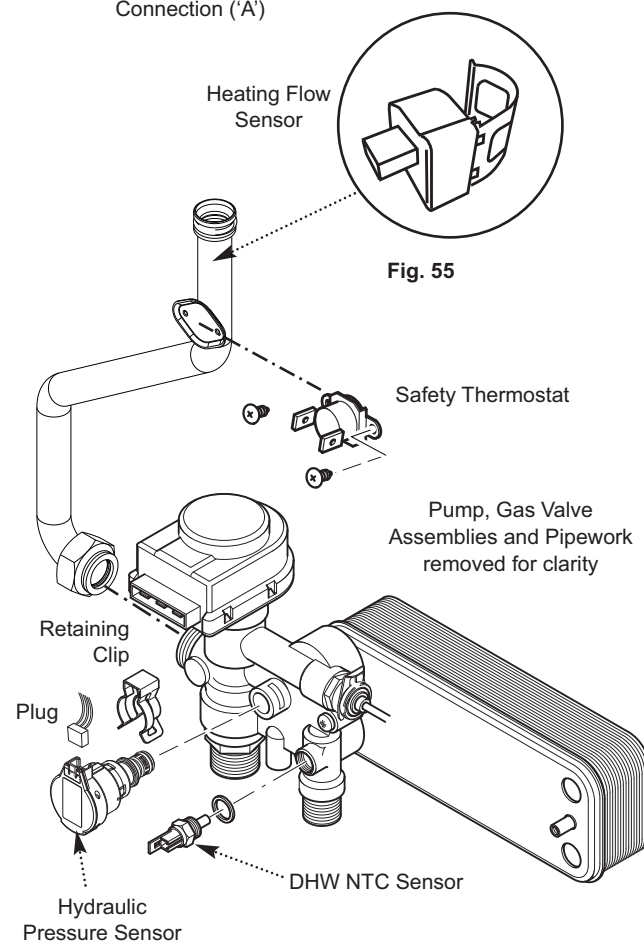

Fig. 56
10.3.9 Safety Thermostat (Fig. 56)
10.3.10 DHW NTC Sensor (Fig. 56)